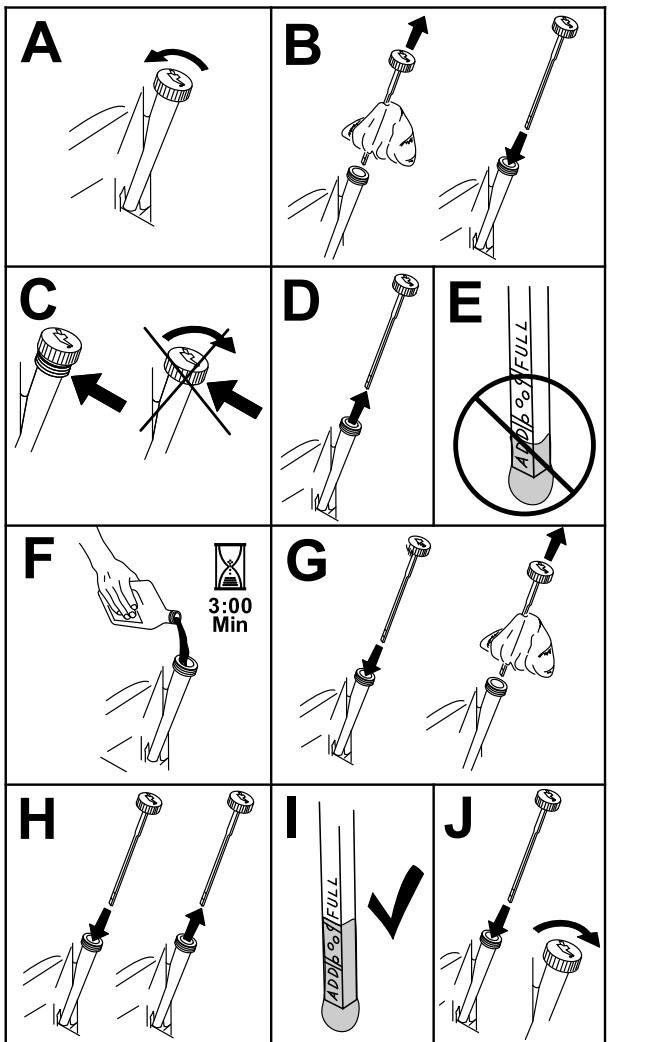

Bild 16
- Reinigen Sie den Bereich um den Ölfüllstutzendeckel bzw. den Peilstab vor dem Abnehmen, damit kein Schmutz oder Schnittgut usw. in den Motor gelangt (Bild 16).